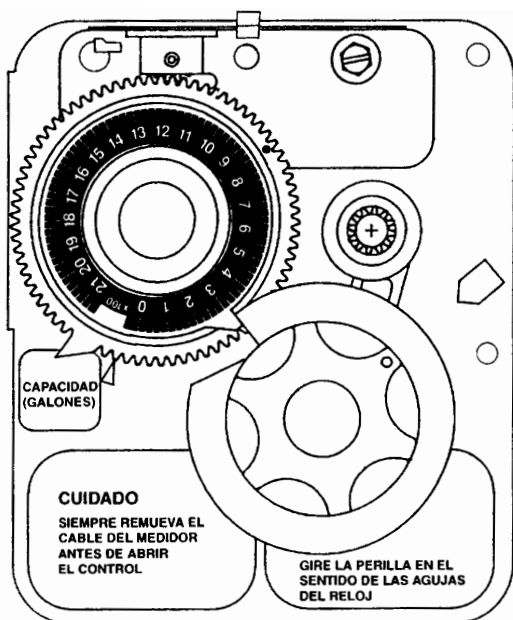
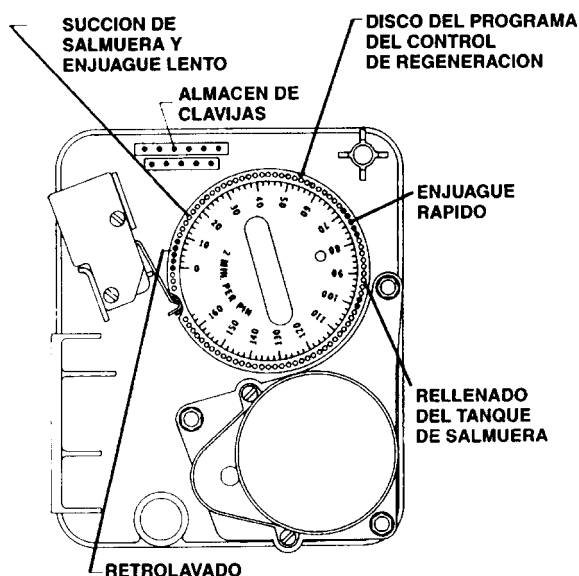

Figura No. 3
Figura No. 4
14. Mueva el reloj a la posición de retrolavado, girando la perilla de regeneración manual lentamente (fig. No.3) para que el micro-interruptor pase sobre el primer grupo de clavijas (pines) (fig. No.4), en esta posición, los tanques se intercambiarán (del tanque 1 al 2 ó viceversa), al moverse el pistón inferior. Después, la válvula de control se moverá a la posición de retrolavado, con el pistón superior.
NOTA 2: Asegurese que el cable del medidor no esté insertado en su domo. Abra el reloj, para exponer el disco del programa localizado en la parte trasera del reloj (fig. No. 4); tomelo de la esquina inferior derecha (fig. No. 3) y jale abriendolo.
En la fig. No. 4, el disco del programa está en la posición de servicio. En el lado numerado del disco del programa, el primer grupo de clavijas que comienza en CERO determina el tiempo que la unidad estará en retrolavado.